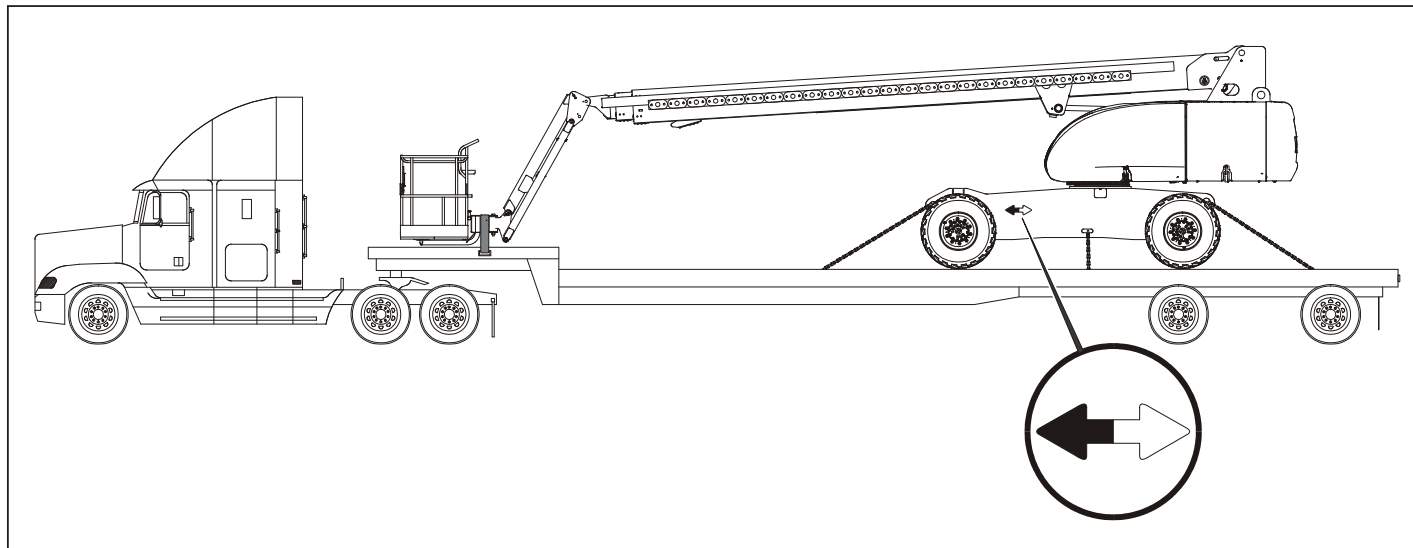

Figura 4-7. Transporte típico de 800S/860SJ
- c. Conducir hacia el remolque con la pluma y la plataforma colocadas hacia el camión. Consultar la Figura 4-7., Transporte típico de 800S/860SJ.